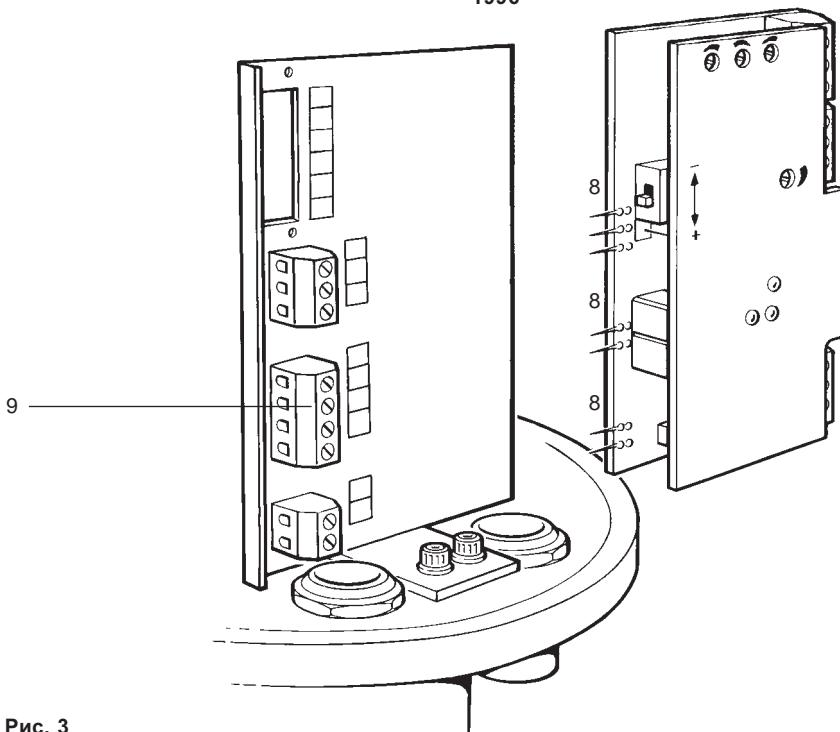

Рис. 3
2.3 Установка позиционера (Рис. 3)